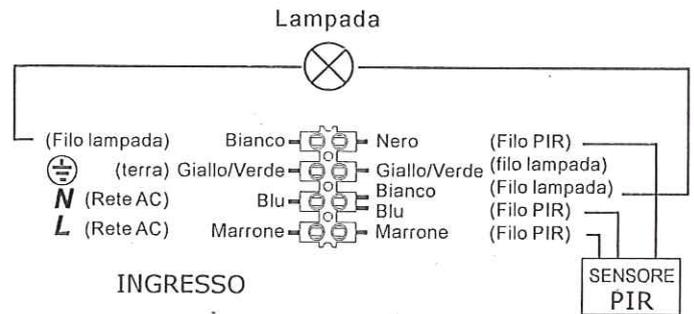

Fig. 3 Schema di cablaggio
- 6 Collegare i fili come mostrato in fig. 3